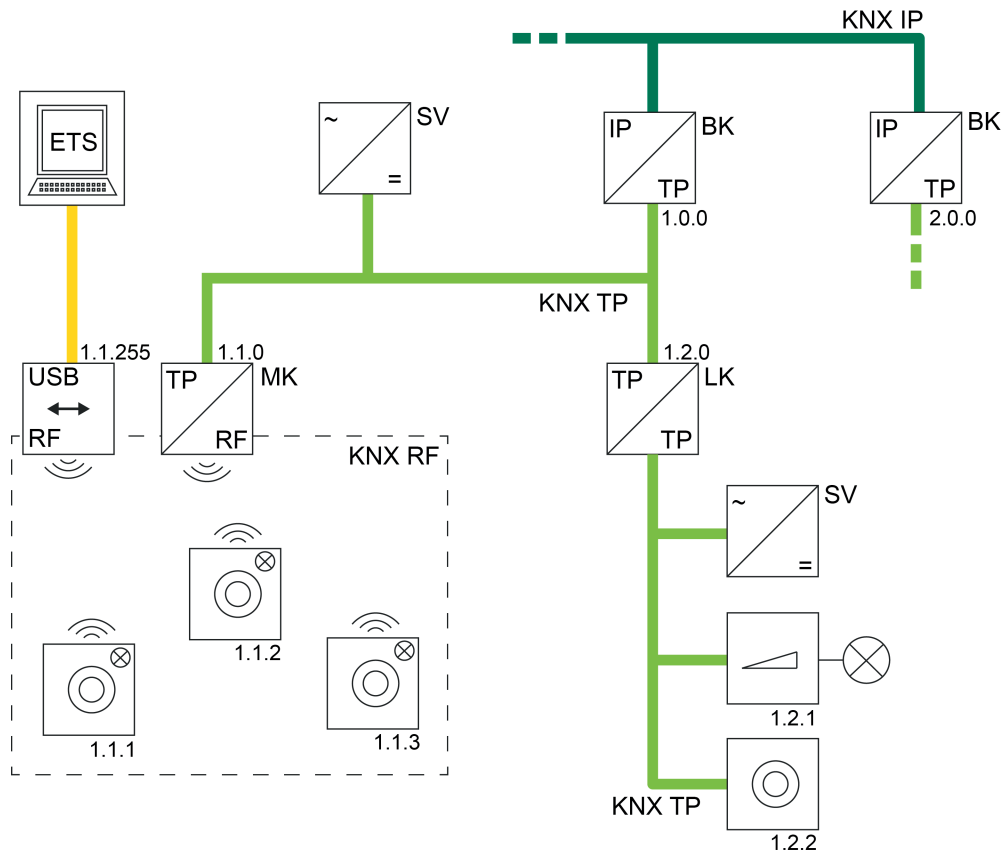

Bild 41: Beispiel einer möglichen KNX-Topologie mit einer KNX RF USB-Datenschnittstelle
- Verwendung einer KNX RF USB-Datenschnittstelle (Bild 41):